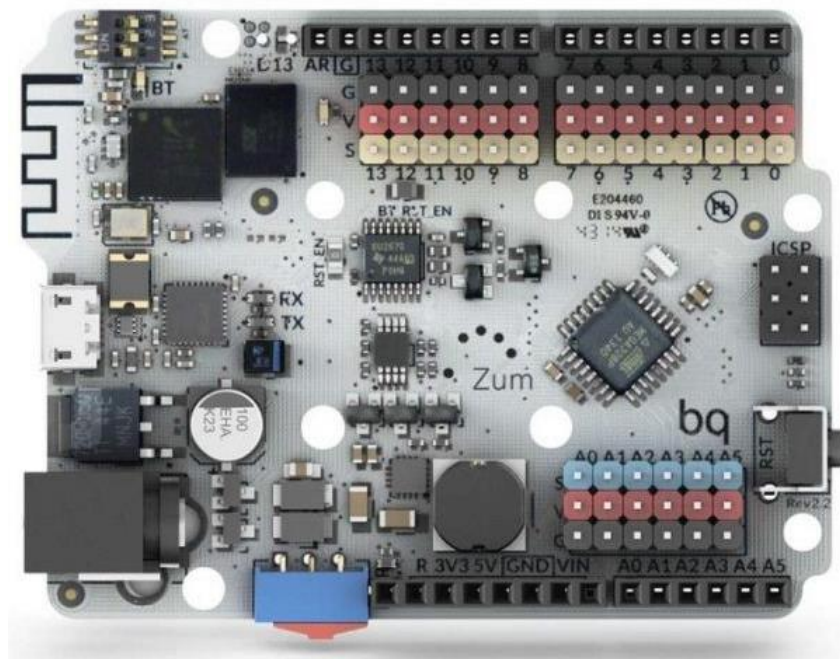
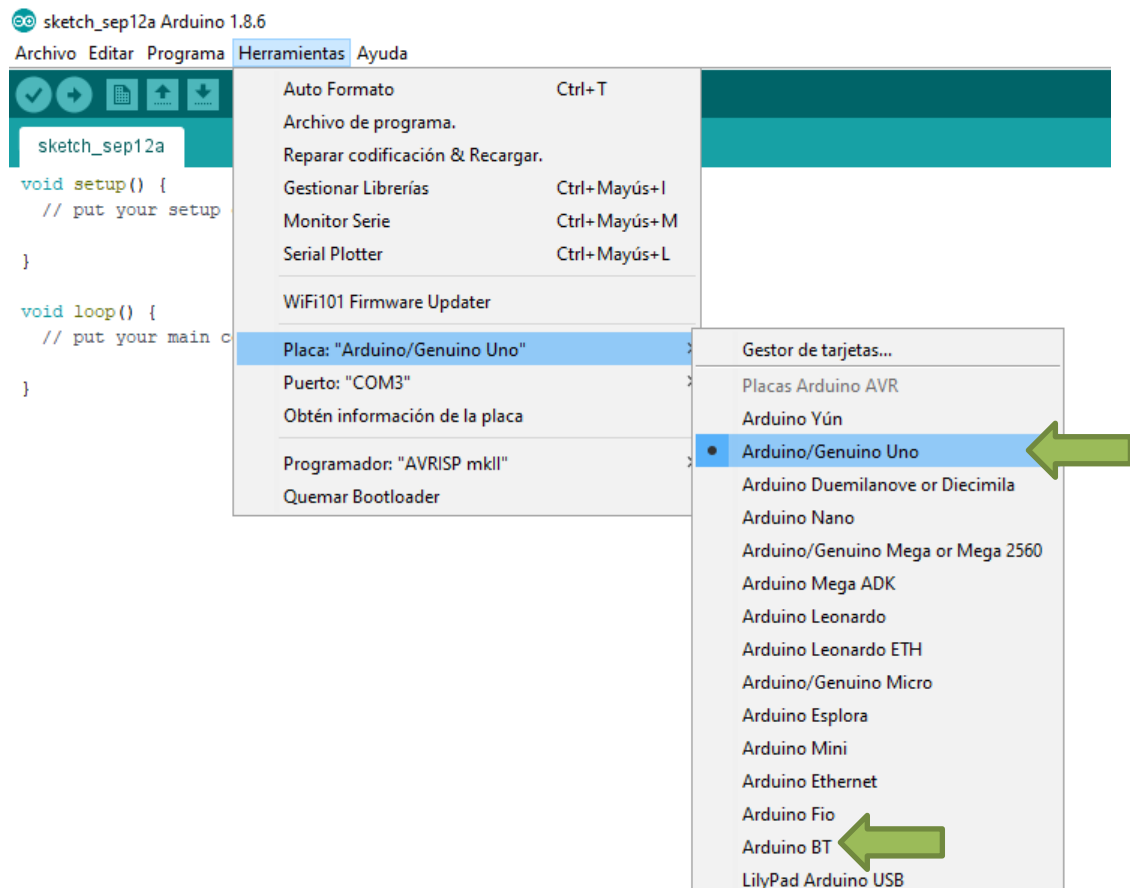
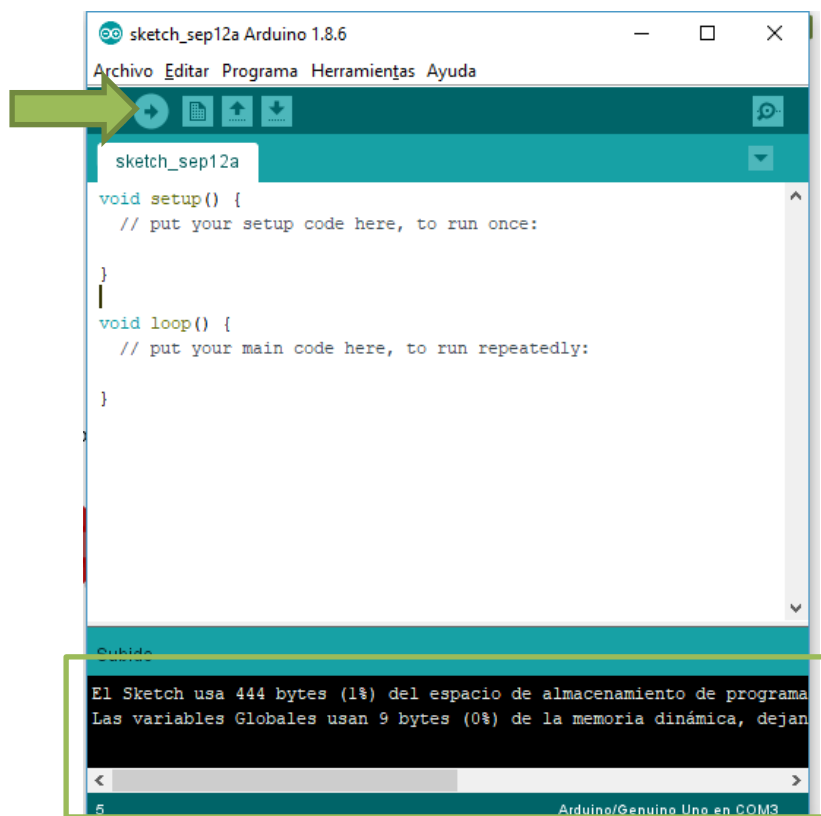

*Ilustración 1 Placa Arduino Uno*
*Ilustración 2 Placa Arduino BT*
*Ilustración 3 Placa BQ Zum*
**Tipo de placa:** estamos utilizando los modelos **Arduino Uno** (Ilustración 1), **Arduino BT** (Ilustración 2), o **BQ Zum** (Ilustración 3). Es importante seleccionar el modelo que se utiliza correctamente.